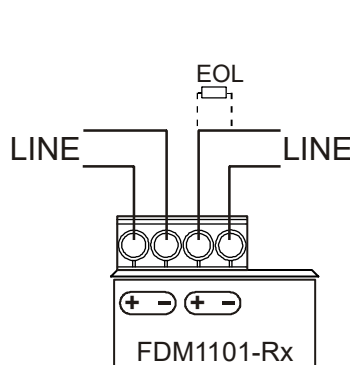
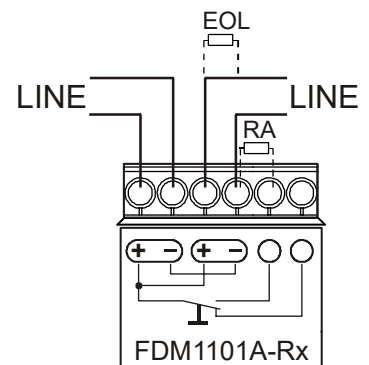

Fig. 4
Fig. 5
2. Connect the wires to the connection terminals as shown in connection diagram, (Fig. 4 and Fig. 5). Connect only one wire to each terminal.
2. Schließen Sie die Drähte gemäß Anschlusschema (Fig. 4 und Fig. 5) an die Anschlussklemmen an.
2. Raccordez les fils aux borniers, conformément au schéma de raccordement (fig. 4 et fig. 5). Ne raccordez qu'un fil par borne.